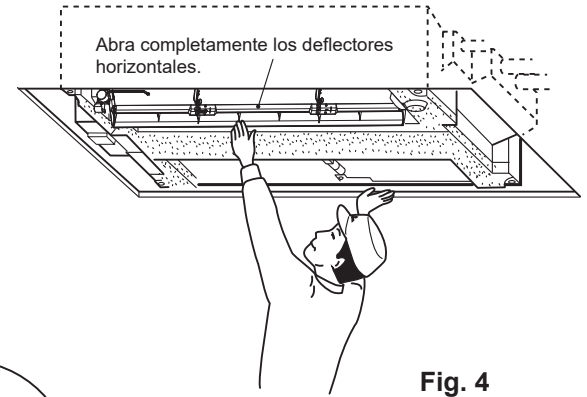

Fig. 4
4. Abra completamente los deflectores horizontales de la unidad interior. (Fig. 4)